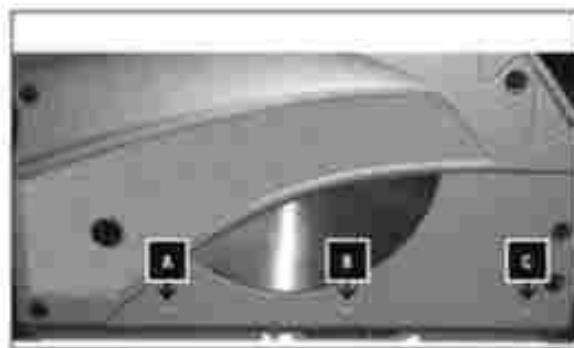

Рис. 10
3. Если будет производиться внутренний вырез в заготовке, то нужно определить начальную точку установки пилы. Для этого на корпусе защитного кожуха есть метки «A», «B» и «C» (рис. 10). Метки «A» и «С» указывают крайние положения диска. Метка «B» указывает на центр диска. Начальная точка распила соответствует метке «A». Конечная точка распила соответствует метке «С».